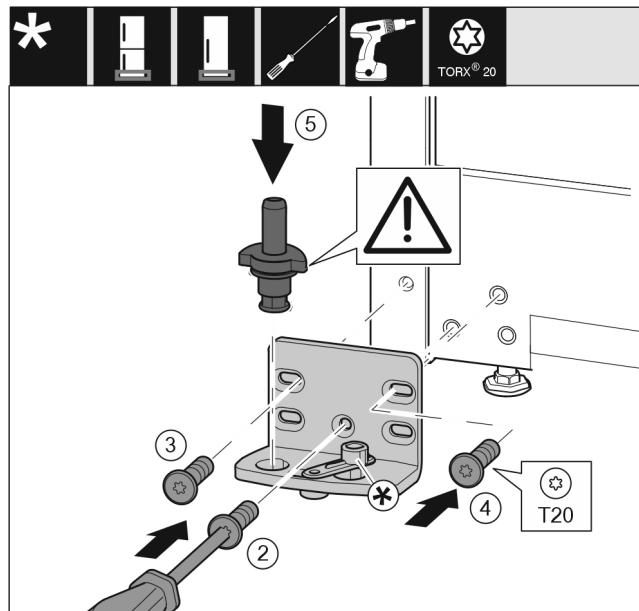

Fig. 25
- Ložiskovú konzolu nasadte na druhú stranu a priskrutkujte ju pomocou skrutkovača T20. Začnite skrutkou 2 dole v strede. Fig. 25 (2)
- Pevne zaskrutkujte skrutku 3 a 4. Fig. 25 (3,4)
- Ložiskový čap úplne nasadte. Dbajte pritom na to, aby zaistovací doraz ukazoval smerom dozadu. Fig. 25 (5)